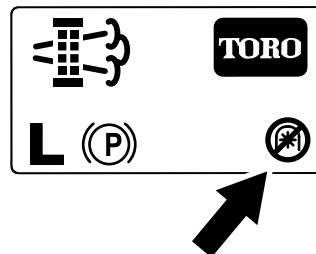

Figure 46
**Remarque:** L'écran d'accueil affiche l'icône de PDF désactivée (Figure 46).
**Remarque:** L'écran d'accueil affiche l'icône de PDF désactivée; voir Figure 46 à la section Messages de régénération en stationnement \(page 40\).